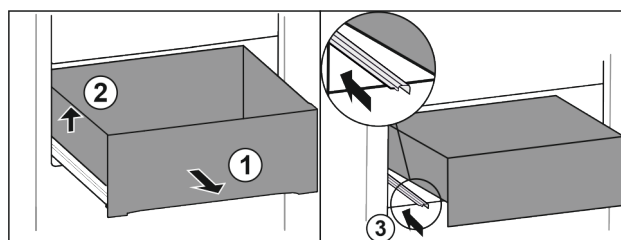

Fig. 13*
- ▶ Extrageți complet sertarul Fig. 13 (1).*
- ▶ Ridicați sertarul din stânga Fig. 13 (2).*
- ▶ Inserați șina din stânga Fig. 13 (3).*